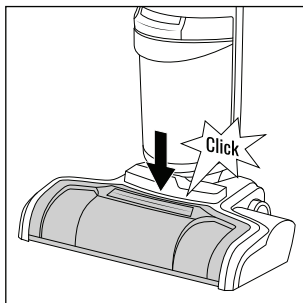

Fig. 42
- ◆ Pressione então a proteção contra salpicos **7** na devida posição, até esta encaixar de forma audível no pé **3** (ver fig. 42).